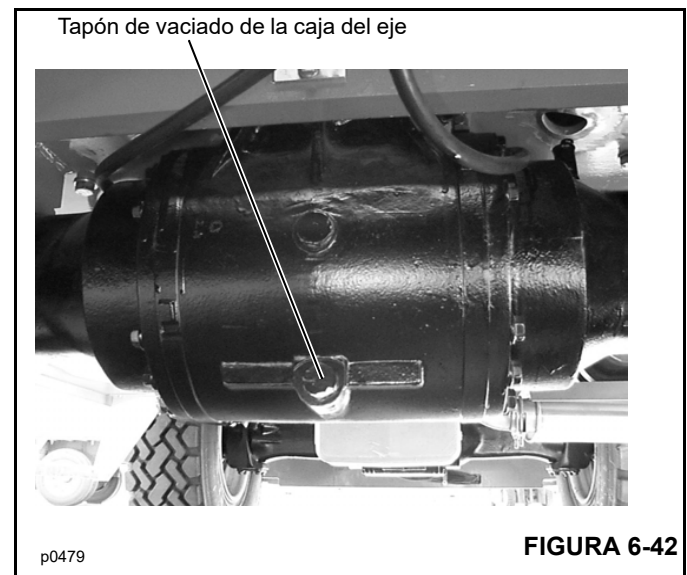

FIGURA 6-42
1. Coloque un recipiente debajo del tapón de vaciado del diferencial (Figura 6-42). Retire el tapón de vaciado y vacíe el fluido en el recipiente. Instale el tapón de vaciado.